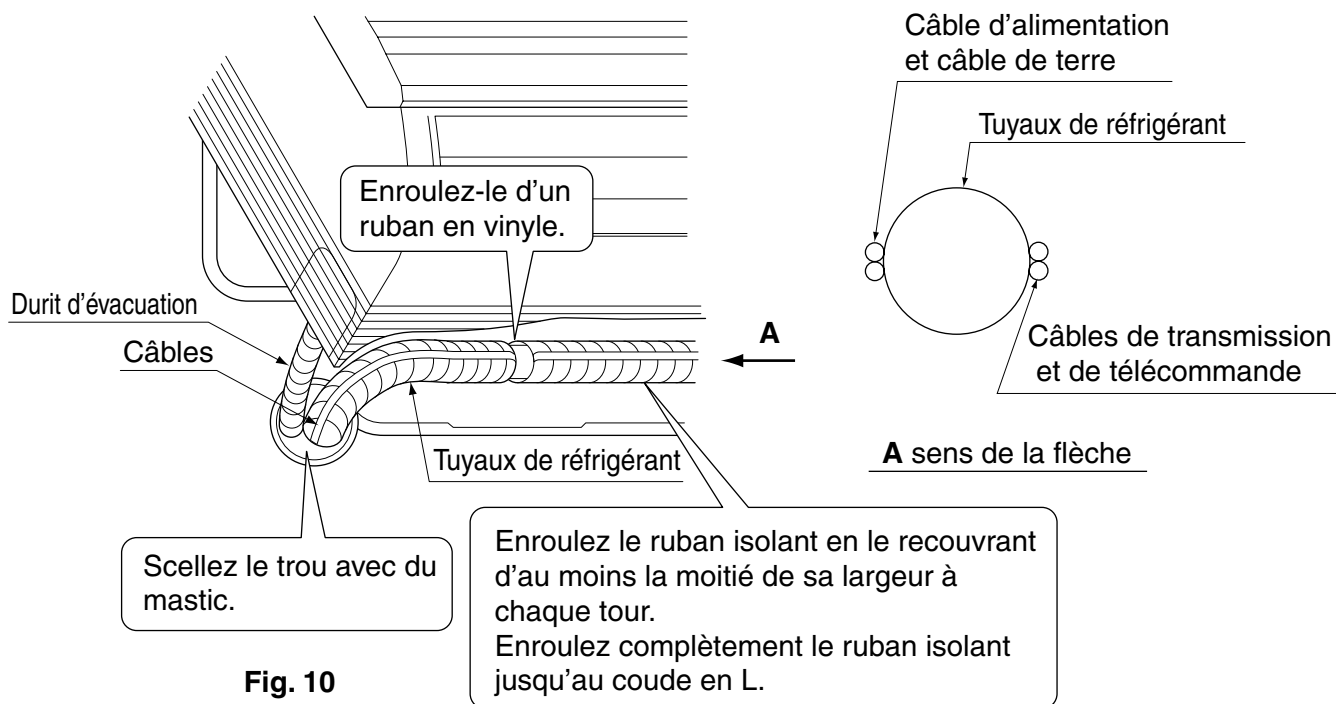

Fig. 10
(7) Faire passer le câble d'alimentation, le câble de transmission, le câble de terre, et le câble de télécommande à travers la gaine, de l'arrière à l'avant de l'unité intérieure.
(8) Raccordez les tuyaux. (Reportez-vous au point “5. TRAVAUX DE TUYAUTERIE DE FLUIDE FRIGORIFIQUE” et à la Fig. 10.)